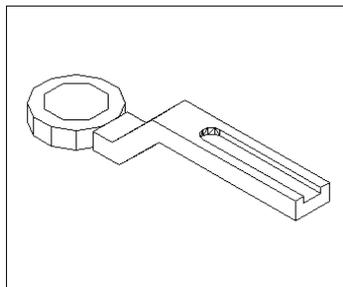

图 16-18
(18) 单击  按钮或者在命令行直接输入 hide，结果如图 16-18。